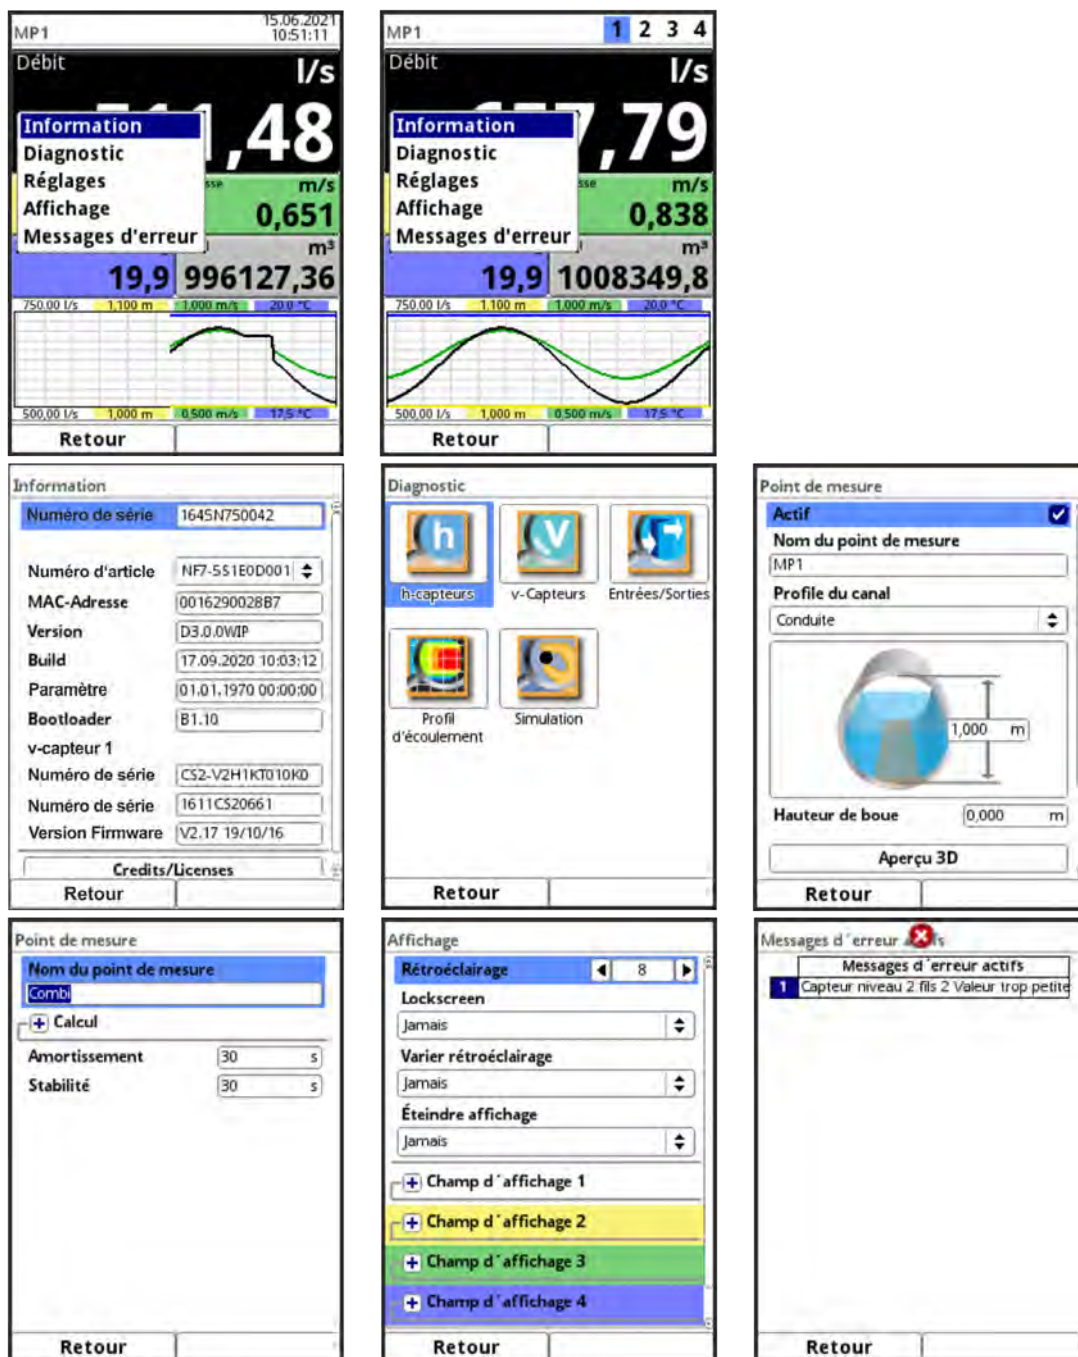

Fig. 30-1 Débit : Menu pop-up et pages de menu
- Date (alternativement 1, 2, 3 etc. ; voir Fig. 30-1)
- Heure (alternativement 1, 2, 3 etc. ; voir Fig. 30-1)